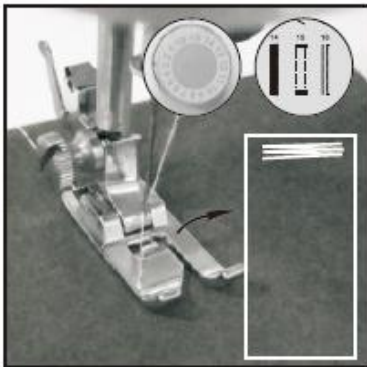

Fig.15
- 2) Schakel het apparaat in, naai 5-6 steken op een lage snelheid en schakel het apparaat dan uit (Fig. 15).